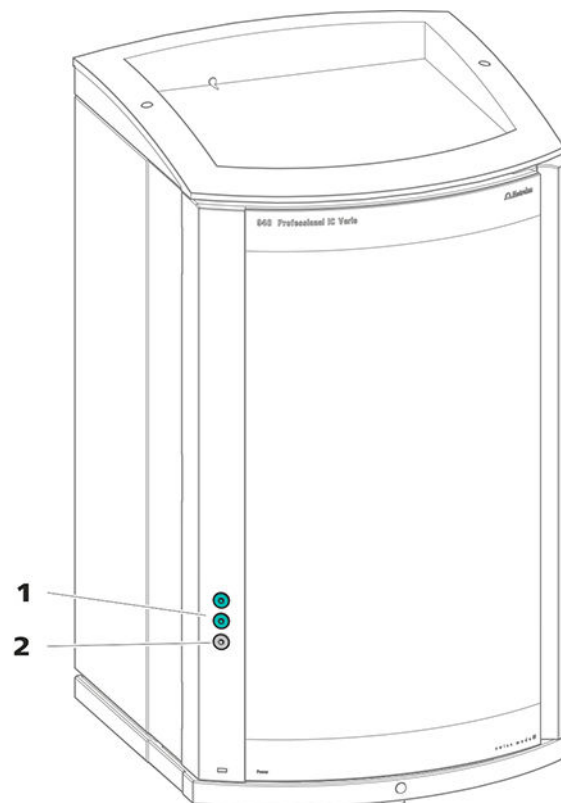

Abbildung 3 Durchführungen an der Tür
- Öffnungen an der Tür (siehe Abbildung 3, Seite 15)